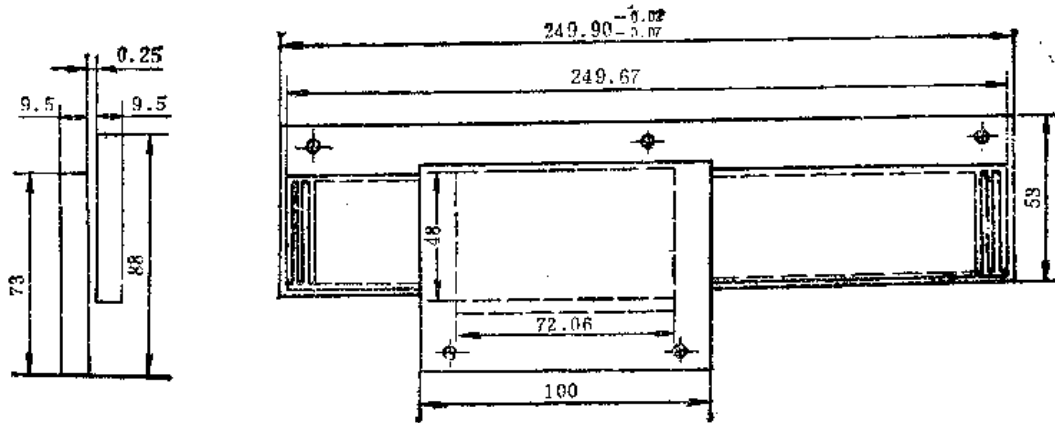

图22-2-1 标准式直线感应同步器的外形尺寸
1) 标准式 直线感应同步器中精度最高的一种（见图22-2-1），用得也最广泛。定尺连续绕组